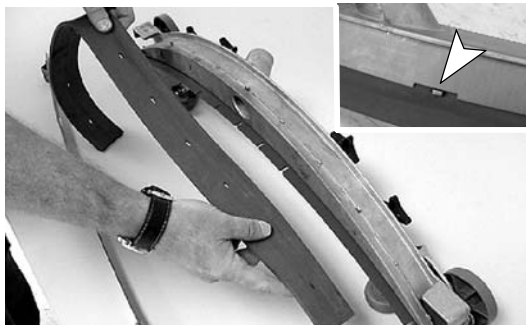

FIG. 51
3. Faites pivoter la lame arrière pour obtenir un nouveau bord nettoyant et réinstallez la bande. Assurez-vous que le bord cranté de la bande se trouve vers le bas (Figure 51)..